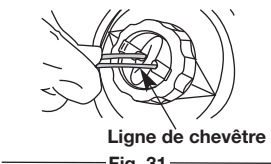

Fig. 31
2. Utilisant 16 pi (4.8 m) de 2,41 mm (0,095 po.) ligne poussée de rechange les deux extrémités de la ligne par les trous dans le bouton de bosse jusqu'à ce qu'ils dépassent par les oeillets des deux côtés de la tête de découpage. Continuez de tirer la ligne jusqu'à ce qu'approximativement 8 pi (2.4 m) est évident des deux côtés de la tête de découpage. (Fig. 31)
3. Tenez la couverture de bobine, tournez le bouton de bosse dans le sens des aiguilles d'une montre pour enrouler la ligne autour de la bobine jusqu'environ à 5 po. (12.7 cm) dépasse de chaque côté de la tête de découpage. (Fig. 31)